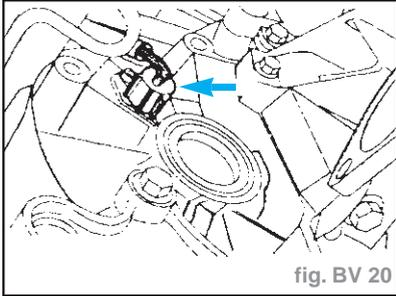

fig. BV 20
- Débrancher le connecteur du capteur de vitesse du véhicule (capteur VSS) (fig. BV 20).
- Brancher le connecteur du capteur de vitesse du véhicule (fig. BV 20).